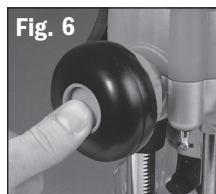

Fig. 6
1. Des ajustements de profondeur à main libre peuvent être faits avec le bouton de sélecteur en mode plongeant engagé. Serrez-le profondément à l'intérieur de la poignée jusqu'à ce qu'elle s'engage vers l'intérieur **Fig 6**.